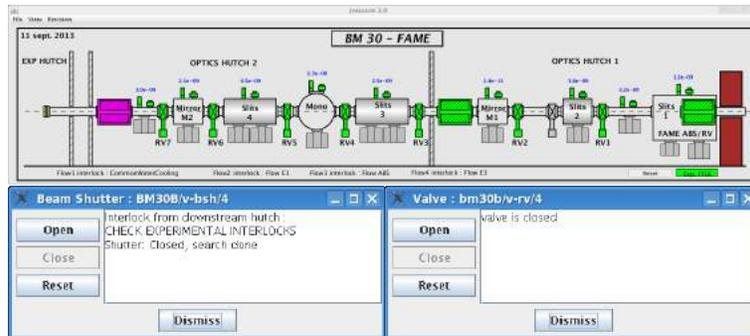

FIGURE 5.1.1 – Application vide, montrant les vides typiques de la ligne.
2. Est-ce que notre absorbeur est bien ouvert ? Est-ce que toutes les vannes sont bien ouvertes ? *fvacuum* montre le synoptique de la ligne. Cliquer sur l’icône dans la barre de tâche ou taper *fvacuum* dans une fenêtre X. Si l’application est lancée, cliquer sur l’onglet “Commands” puis “Update”. La figure 5.1.1 présente les vides typiques de la ligne. En haut, la couleur des éléments renseigne sur l’état des vannes et absorbeurs (Vert : élément ouvert ; Violet : élément fermé mais rien n’interdit son ouverture ; Bleu : élément fermé et non manoeuvrable (« search » non fait, problème de vide . . . ) ; Rouge : élément en mouvement). En cliquant sur la vanne ou l’absorbeur, une fenêtre de dialogue s’ouvre (bas). Si la sécurité n’est plus active, ces deux éléments peuvent être réouverts. Sinon, un message renseigne sur l’état de la sécurité (bas à gauche). De même, cette application sert à fermer les éléments (bas à droite). Dans le cas de la figure 5.1.1, les vannes situées de part et d’autre du monochromateur sont fermées, de même que l’absorbeur de l’enceinte 1. Un affichage en bas à droite indique l’état des sécurités.